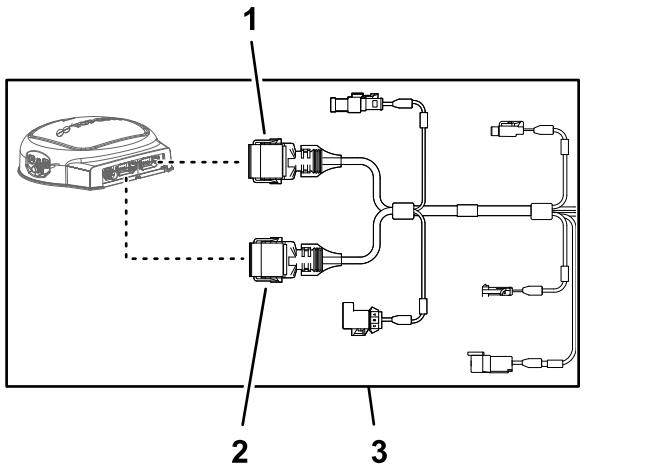

**Bild 166**
2. Verlegen Sie den 390-cm-Zweig des Datenkabelbaums entlang des rechten Überrollsitzrohrs mit dem 12-Buchsen-Stecker (grau und den 12-Buchsen-Stecker (schwarz nach oben zum Navigationsempfänger (Bild 166).
7. Befestigen Sie den 390-cm-Zweig des Datenkabelbaums mit zwei Kabelbindern am rechten Überrollschutzrohr, wie in Bild 166 abgebildet.